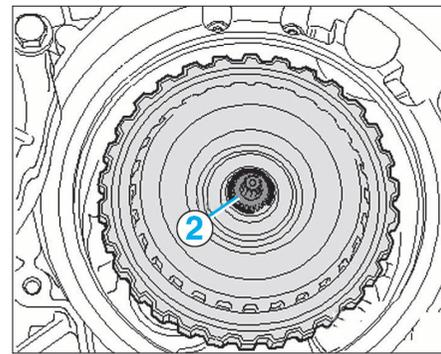

FIG. 11
- le circlip de l'embrayage (2) (Fig.11).